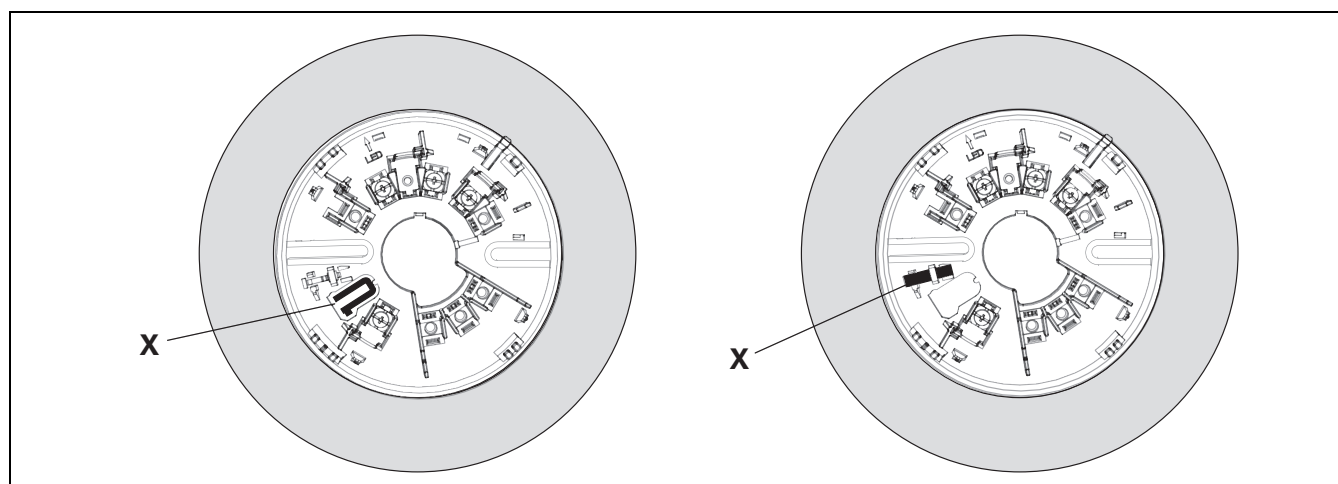

Figura 4.2 Usando o Mecanismo de Travamento
As bases do detector vêm com uma barra de travamento de encaixe (X) como parte do molde da base a fim de impedir remoções mal intencionadas do detector. O mecanismo de travamento pode ser usado colocando-se a barra de travamento em formato de U (X) na posição certa, conforme mostrado em *Figura 4.2*.